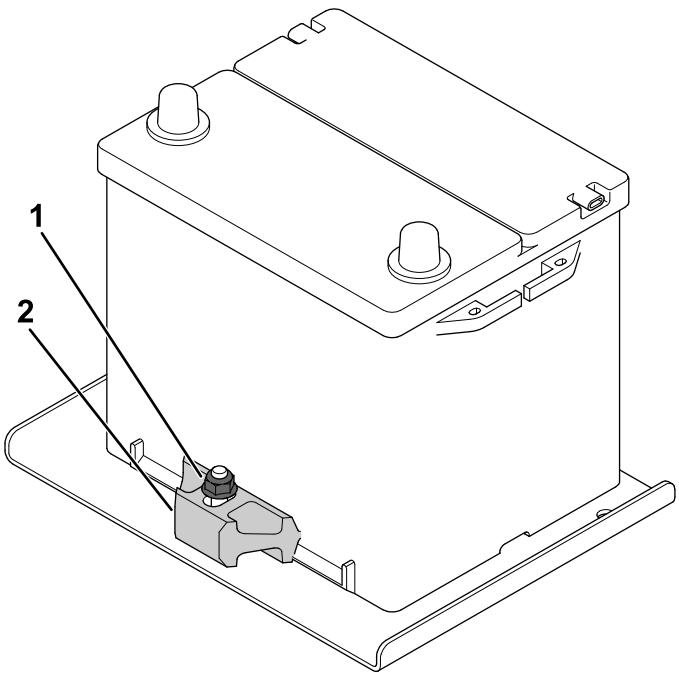

図 95
2. バッテリーリテーナを固定しているロックナットをゆるめて、バッテリーを取り出す図 95。
1. バッテリートレイの上にバッテリーを置き、リテナのロックナットを締めつけてバッテリーをトレイに固定する図 95。